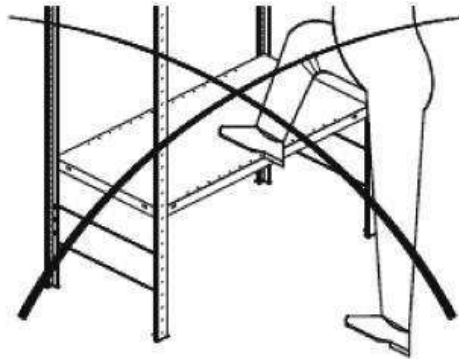

Рисунок 4 - Требования по эксплуатации
**Запрещается лазить по стеллажам** (см. рисунок 4)